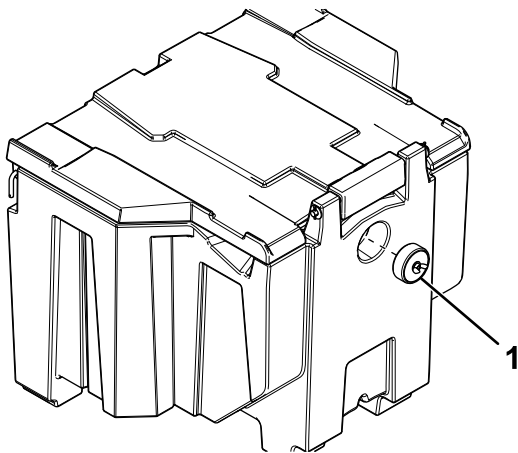

Figure 13
1. Desserrez l'écrou à oreilles sur le bouchon du cube et retirez le bouchon (Figure 13).